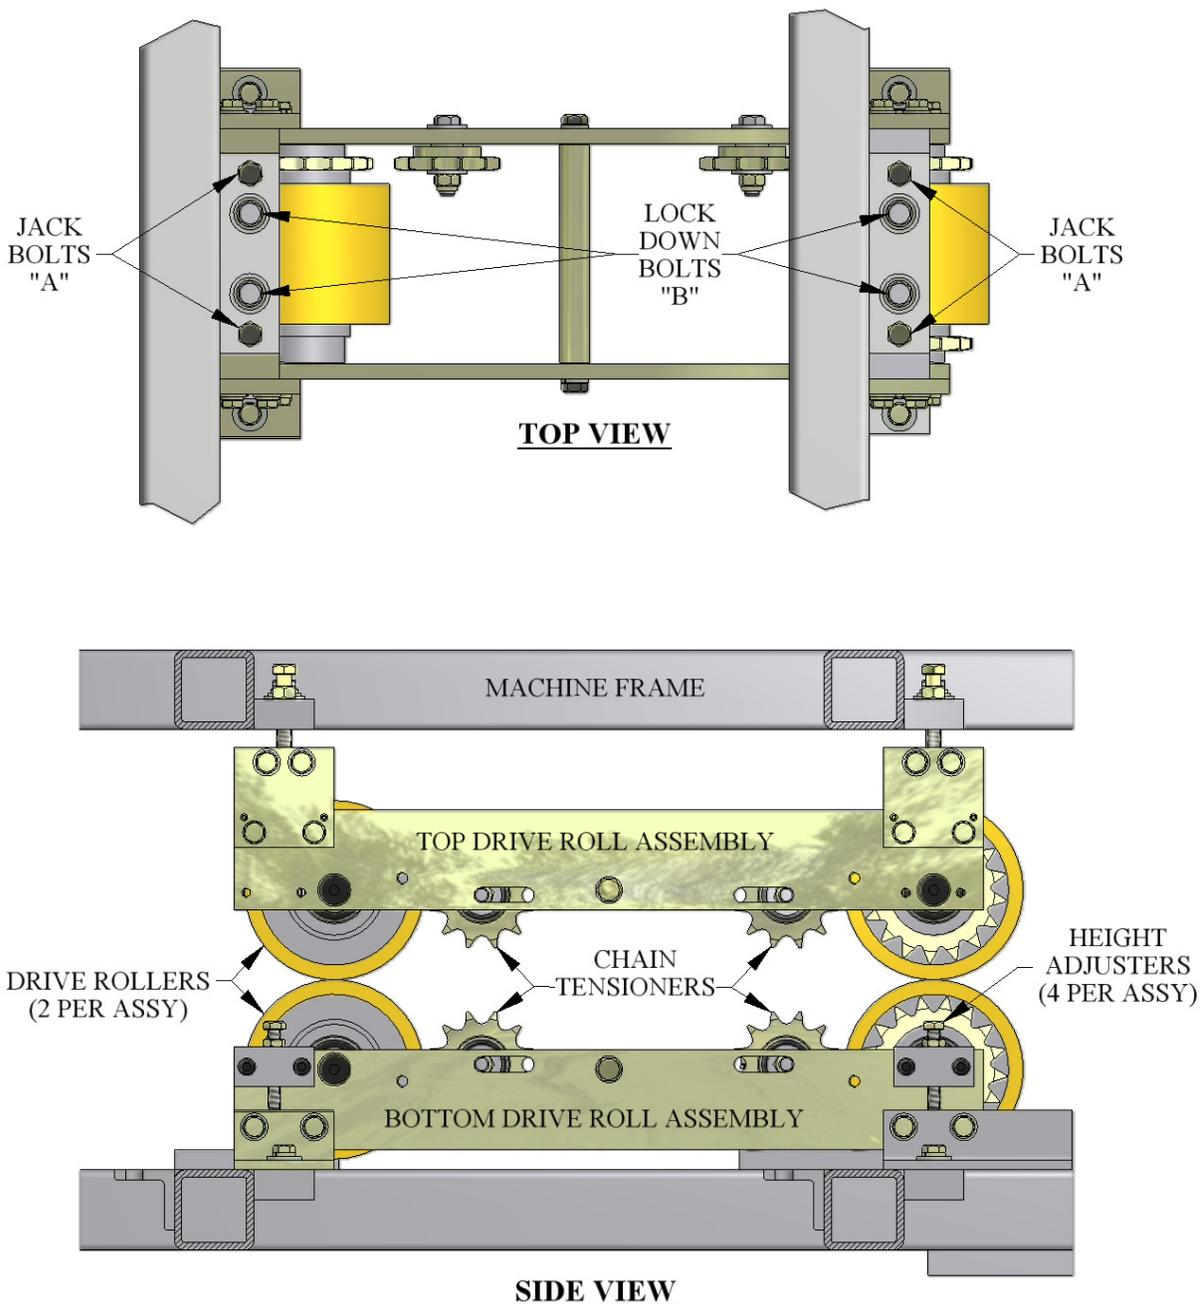
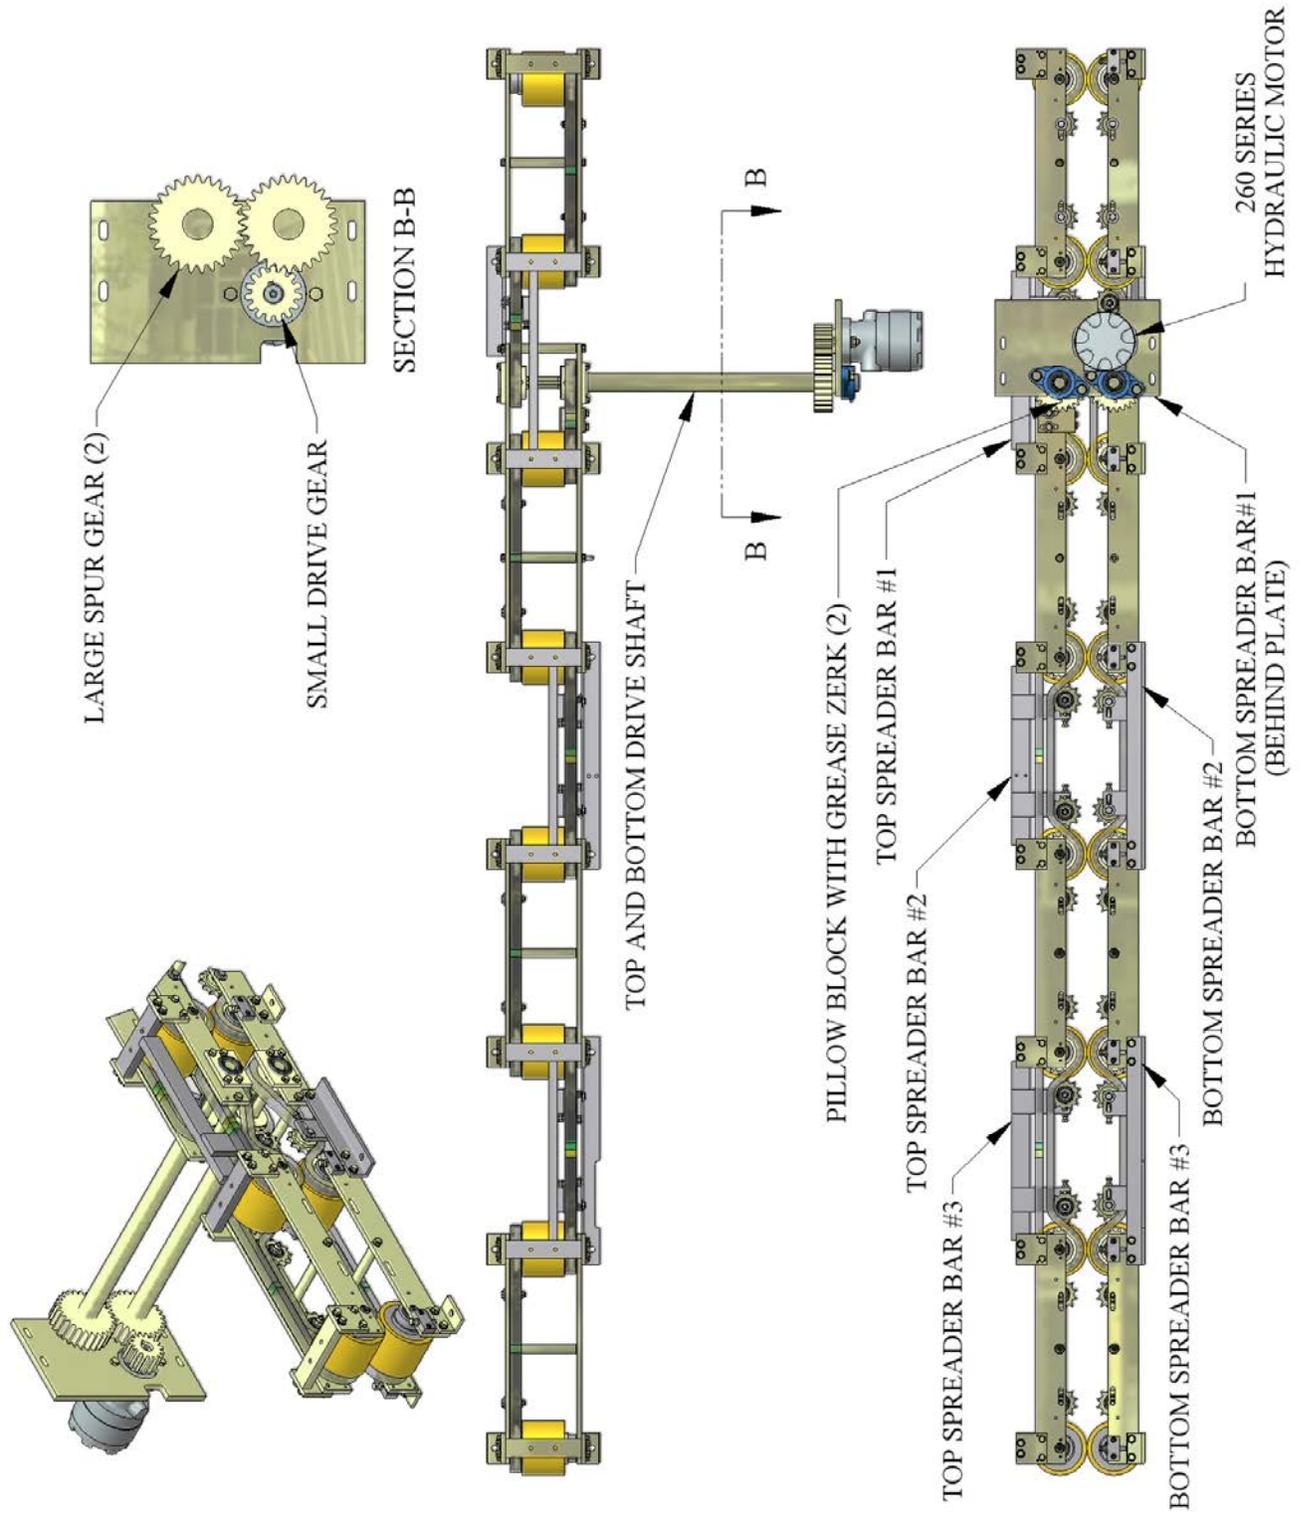
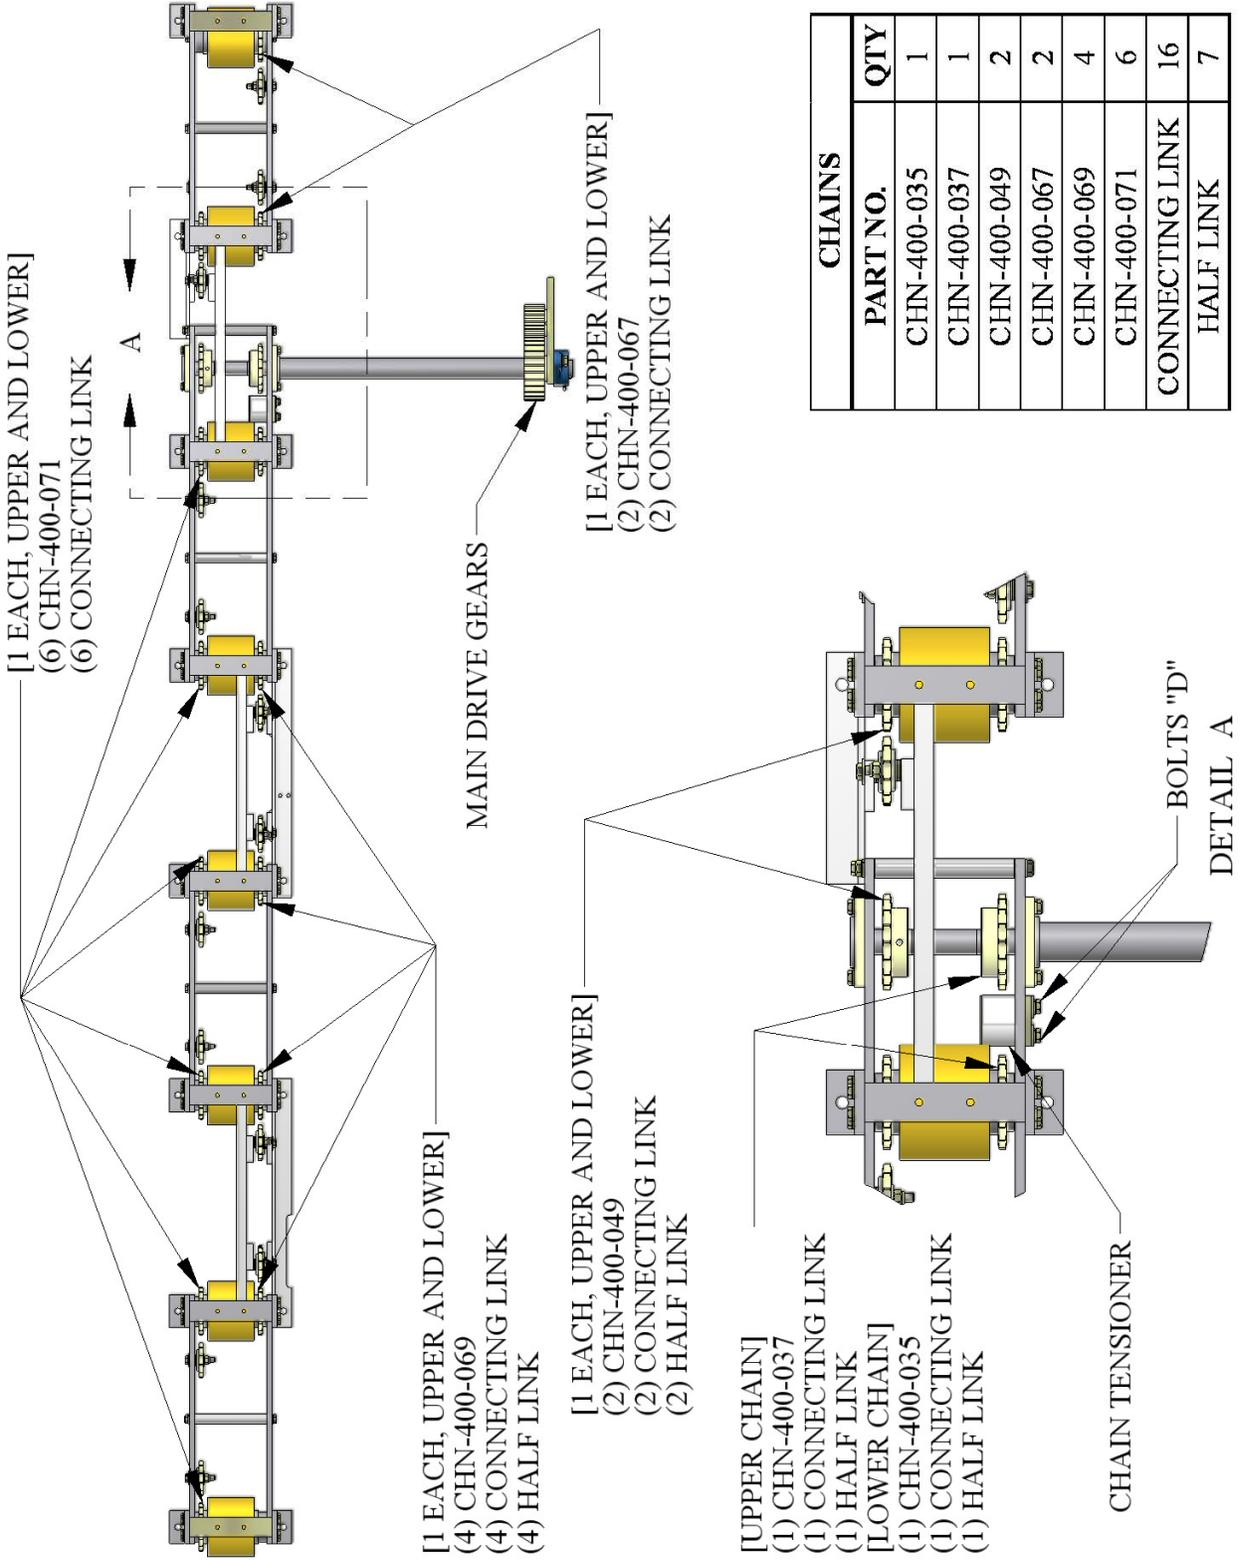

Ilustración 16: Vista del Ensamble del Rodillo de Impulso
Ilustración 17: Engranajes y Ejes
Ilustración 18: Cadenas Superiores e Inferiores
(Ilustración 16, Ilustración 17 y Ilustración 18)
3. Las cadenas usadas en este sistema son las cadenas de rodillo #50. Vea la Ilustración 18 para las localizaciones de las cadenas y la longitud si es necesario reemplazar una cadena.